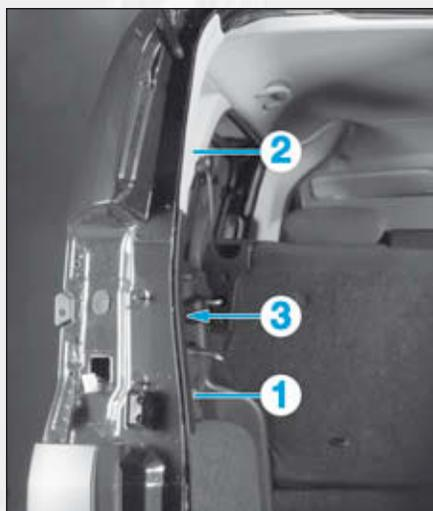
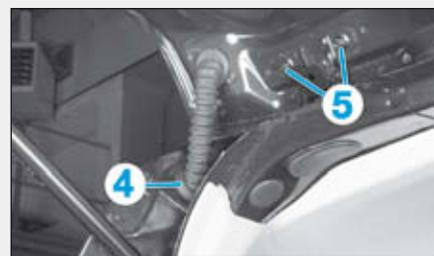

FIG.83
FIG.84
- Déposer les garnitures latérales gauche (1) et (2) du coffre (Fig.83).
- Dégrafer puis débrancher les connecteurs en (3).
- Retirer la gaine de protection (4) avec le faisceau électrique et le tuyau de lave-vitre vers l'extérieur (Fig.84).
- les vis (5) de chaque côté,